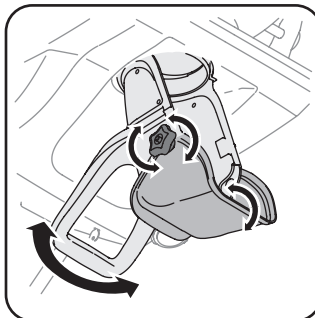

Figure 5
2. Suivez maintenant les instructions ci-dessous comme il s'applique à votre machine. Voir la Figure 5 pour la position des commandes.
2. Tournez la goulotte d'éjection vers la droite ou vers la gauche à l'aide de la poignée de la goulotte. Voir la Figure 5.